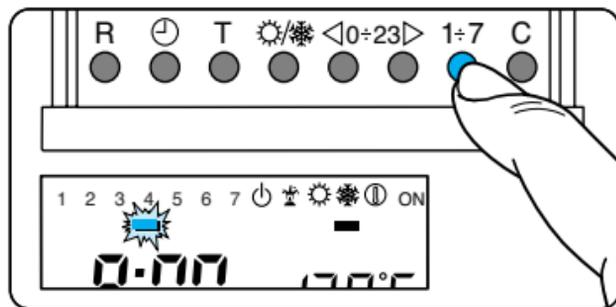

Fig. 44
9.7 - Tramite il pulsante $1\div 7$ portare l'indicatore in corrispondenza del giorno prescelto (fig. 44).